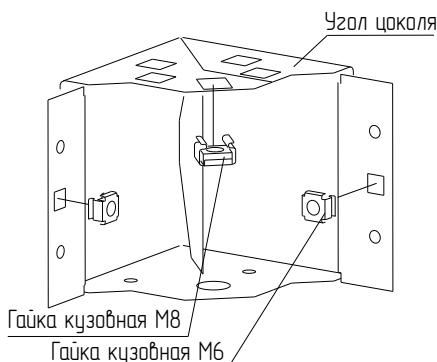

Рисунок 5
4.3.2 Установите на каждый угол цоколя две гайки кузовные M6 и одну – M8 (Рисунок 5 ).